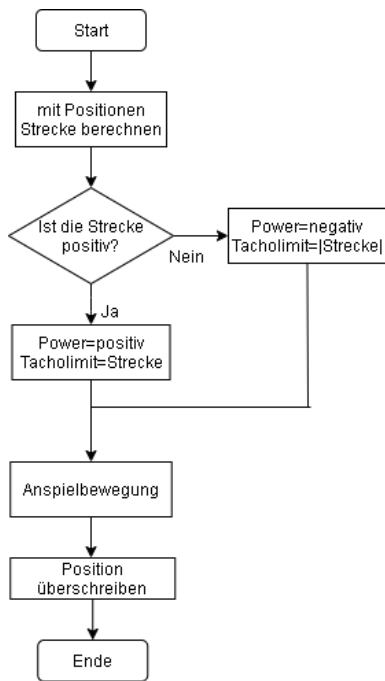

Abbildung 6. Programmablaufplan für eine Note
2) *Programm:* Das Programm ist ebenfalls simpel gehalten, wobei jede Note ihre eigene Funktion hat, um angespielt zu werden. Diese Funktionen, werden dann in den jeweiligen Buttons benutzt um die Noten zu spielen. Um die Funktionsweise des KALIMBOTs zu erklären ist es sinnvoll, sich die Funktion einer Note anzugucken. In der Abbildung 6, ist der Programmablaufplan einer solchen Funktion dargestellt. Die Positionen der beiden Achsen, sind globale Variablen und somit in der Funktion einsehbar. Dadurch, dass mit der X und der Y Position dasselbe geschieht, kann man es nur für eine erklären. Die Funktion liest die alte Position, welche nun von der neuen Position, die von der gewünschten Note subtrahiert wird. Dabei kommt der Abstand der zwei Positionen heraus. Diesen muss der Motor nun abfahren. Dabei muss aber drauf geachtet werden, dass das Tacholimit welches man dem Motor weitergibt, positiv sein muss. Ist die Zahl des